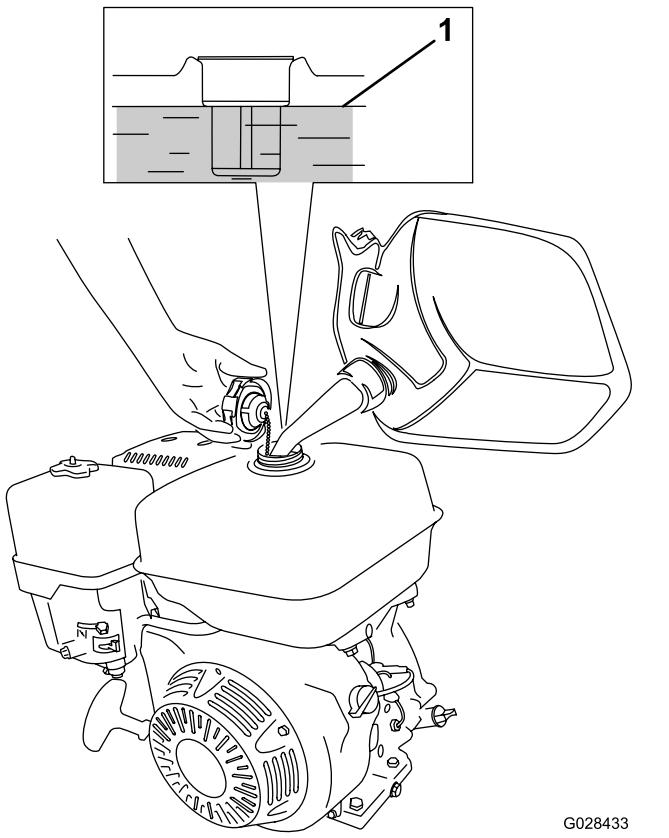

Figura 22
1. Limpie la zona alrededor del tapón del depósito de combustible y retire el tapón del depósito (Figura 22). Llene el depósito de combustible con gasolina sin plomo (87 octanos mínimo) hasta aproximadamente 25 mm por debajo de la parte superior del depósito para permitir la expansión del combustible.